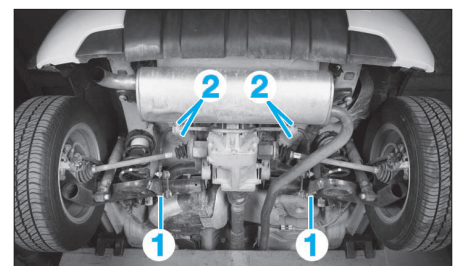

FIG. 40
- Déposer les vis de fixation (1) et (2) (Fig.40)